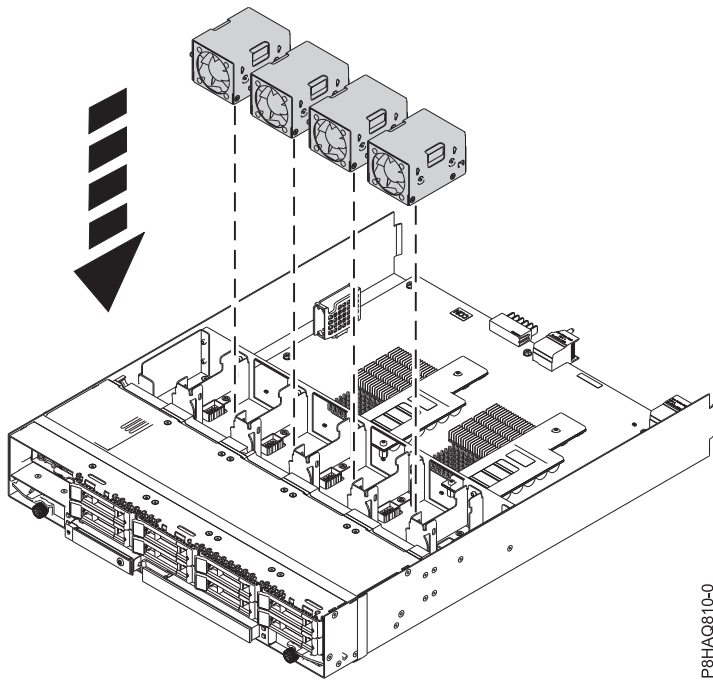

Abbildung 11. Interne Lüfter in der RAID-Baugruppe austauschen
- a. Drücken Sie die an dem internen Lüfter befindlichen beiden blauen Kontaktpunkte zusammen und senken Sie den Lüfter in die Position im Lüfterrahmen ab (siehe Abb. 11 auf Seite 14).